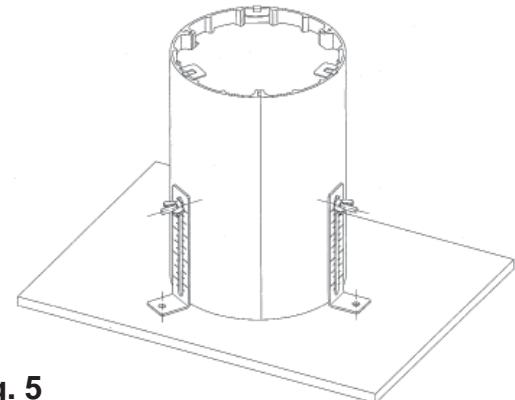

Fig. 5
- Attach assembly to the deck with appropriate fasteners (not provided). See Fig. 5.
1. Fixer l'ensemble au plancher avec les ferrures appropriées (non fournies). Consulter la Fig. 5.